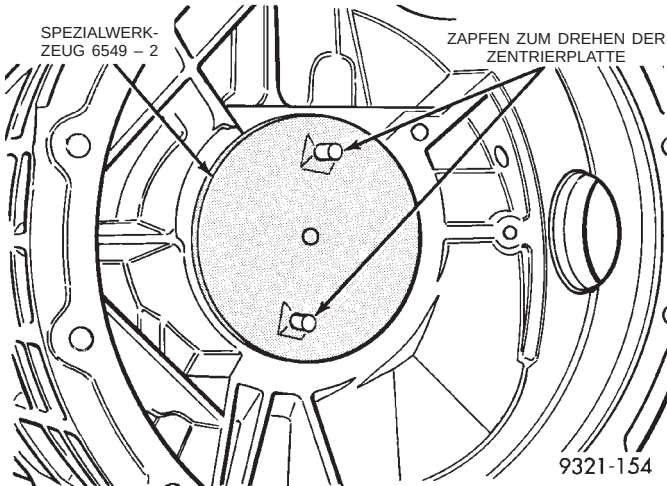

Abb. 301 Zentrierplatte eindrehen
(2) Zentrierplatte (Spezialwerkzeug 6549-2) im Getriebegehäuse montieren (Abb. 301). Zentrierplatte bis zum Anschlag in das Gewinde für den inneren Einstellring drehen. Die Zapfen an der Zentrierplatte dienen nur zum Drehen der Platte. Eine bestimmte Ausrichtung zum Gehäuse ist nicht erforderlich.